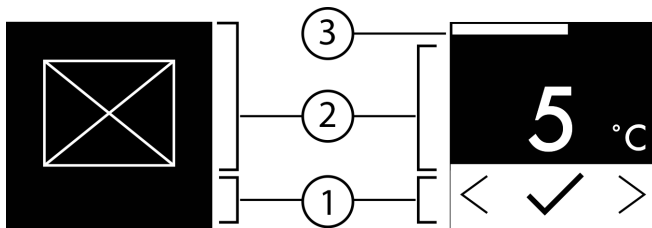

Fig. 6
- ▷ Status : activé Fig. 6 (1) s'affiche brièvement dans le sous-menu ().